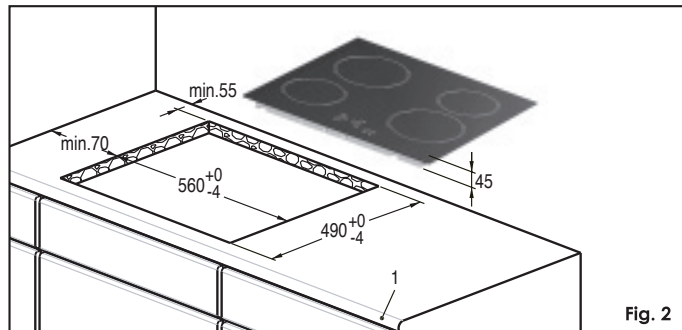

Fig. 2
- Corte la superficie de la cubierta del mueble de cocina según las dimensiones indicadas (milímetros) (fig. 2)